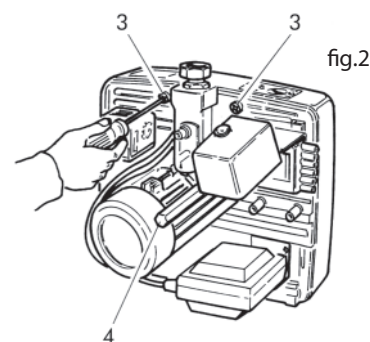

fig.2
- Desatornillen los tornillos 3 y el perno central 4 (fig.2).